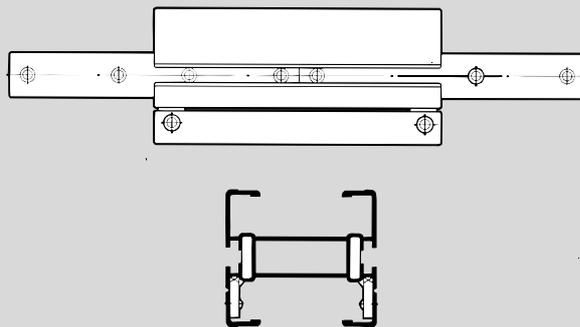

Figura 1. Profilo per il montaggio della catena
- in prossimità di un profilo per montaggio della catena con lati separabili. (Figura 1.)